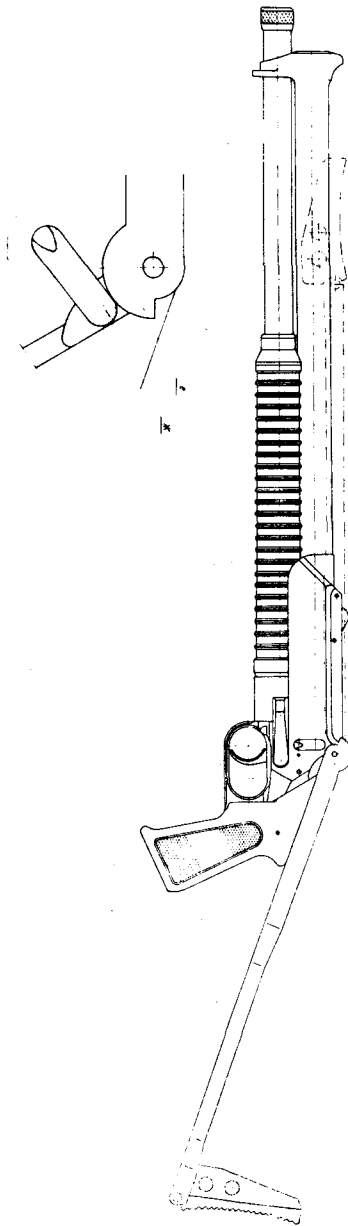

Рис. 4.5. Ружье «Рысь-К»
для ружья «Рысь-К» на рис. 4.5;
6.5.4. Предохранителем от возможного выстрела при сложенном прикладе в ружье «Рысь-К» служит кулачок «е» на щеке приклада (рис. 4.5) взаимодействующий с флажком «ж» предохранителя 13.